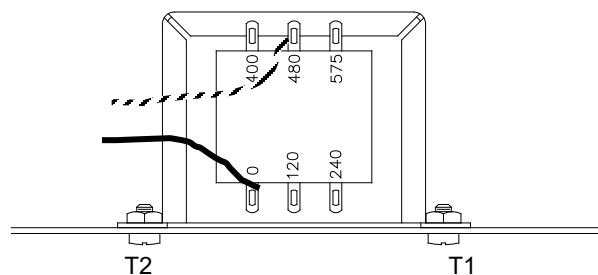

Figure 3.3 Raccordements du transformateur T1
1. Ouvrez le contrôleur de puissance SCR et repérez le transformateur. Le côté primaire du transformateur T1 comporte deux fils (un noir et l'autre noir et blanc). Voir la figure 3.3.